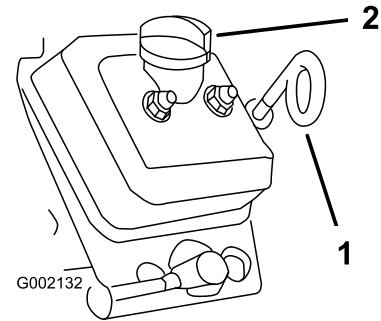

Figure 33
(Figure 33) pour éviter de faire tomber des impuretés dans le tube de la jauge ou le goulot de remplissage et d'endommager le moteur.
4. Retirez la jauge d'huile et essuyez-la soigneusement (Figure 33).
5. Insérez la jauge tout au fond du tube (Figure 33).
8. Remettez le bouchon de remplissage (Figure 33).
9. Réinsérez la jauge d'huile au fond du tube de remplissage (Figure 33).